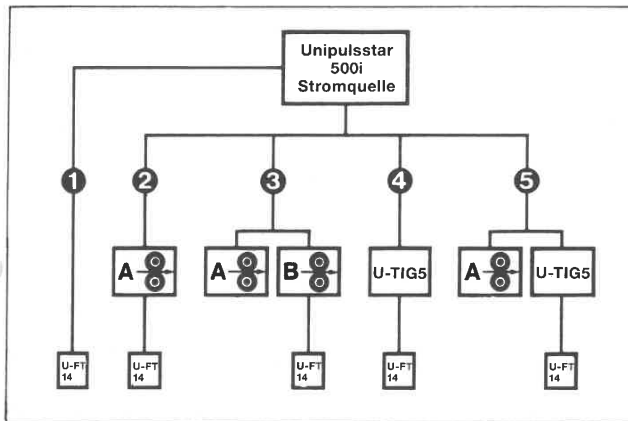
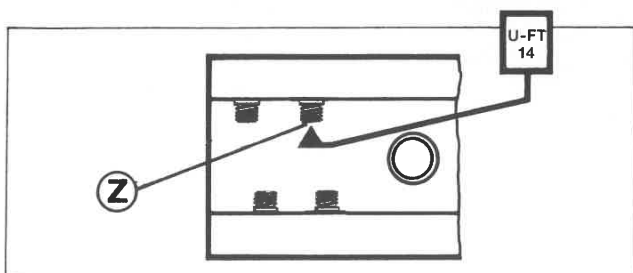

Abb. 7
Abb. 9
Bei den Varianten ② ③ ④ ⑤ erfolgt der Anschluß des Fernreglerkabels an der Vorderfront des aus Abb. 7 ersichtlichen Steuergerätes. Ausnahme: Bei Varianten ③ und ⑤ kann anstelle des Steuergerätes U-TIG 5 (WIG oder B) der Fernregler U-FT 14 direkt an der Stromquelle angeschlossen werden. (Aufgedruckte Symbole beachten) Siehe Abb. 9